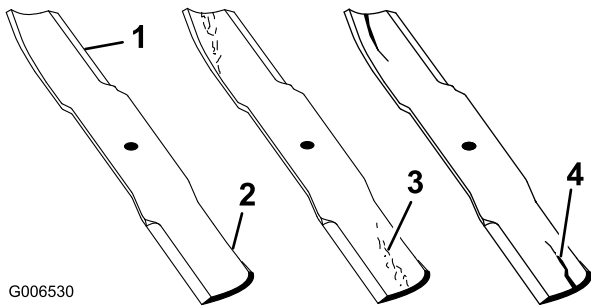

Figura 52
1. Inspeccione los filos de corte (Figura 52).
2. Inspeccione las cuchillas, especialmente la parte curva (Figura 52).
Nota: Si observa daños, desgaste o la formación de una ranura en esta zona (elemento 3 en la Figura 52), instale inmediatamente una cuchilla nueva.